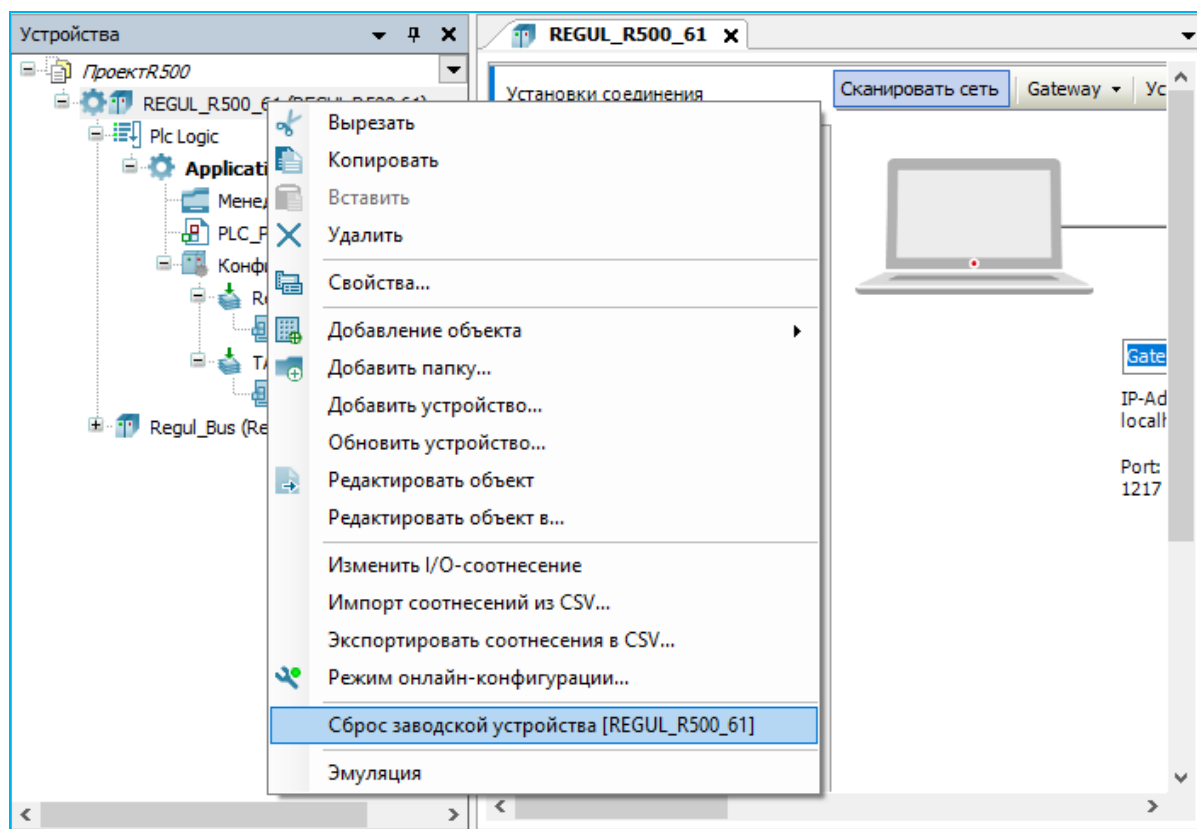

Рисунок 158 – Контекстное меню устройства
- в окне дерева устройств поместите курсор на название контроллера **REGUL...**, нажмите правую кнопку мыши (Рисунок 158);